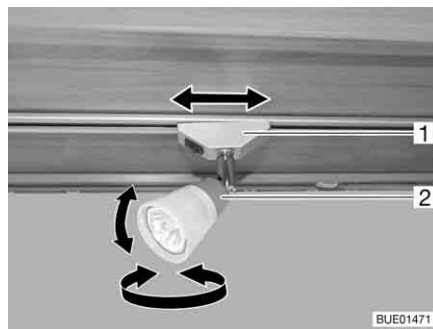

Fig. 51 Faretto
**Orientamento:** ■ Afferrare l'involucro (Fig. 51,2) e girarlo.
**Posizionamento:** ■ Afferrare il supporto (Fig. 51,1) e ruotarlo di circa 45°.
**Smontaggio:** ■ Afferrare il supporto (Fig. 51,1) e ruotarlo di 90°.